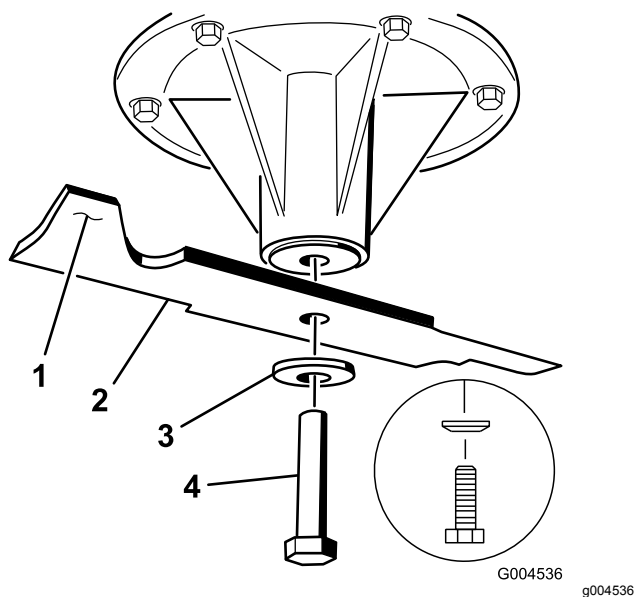

Figura 101
2. Retire a cavilha da lâmina, a anilha curva, e a lâmina do eixo (Figura 101).
3. Se lâmina não estiver equilibrada, lime algum metal da extremidade da aba apenas (Figura 101).